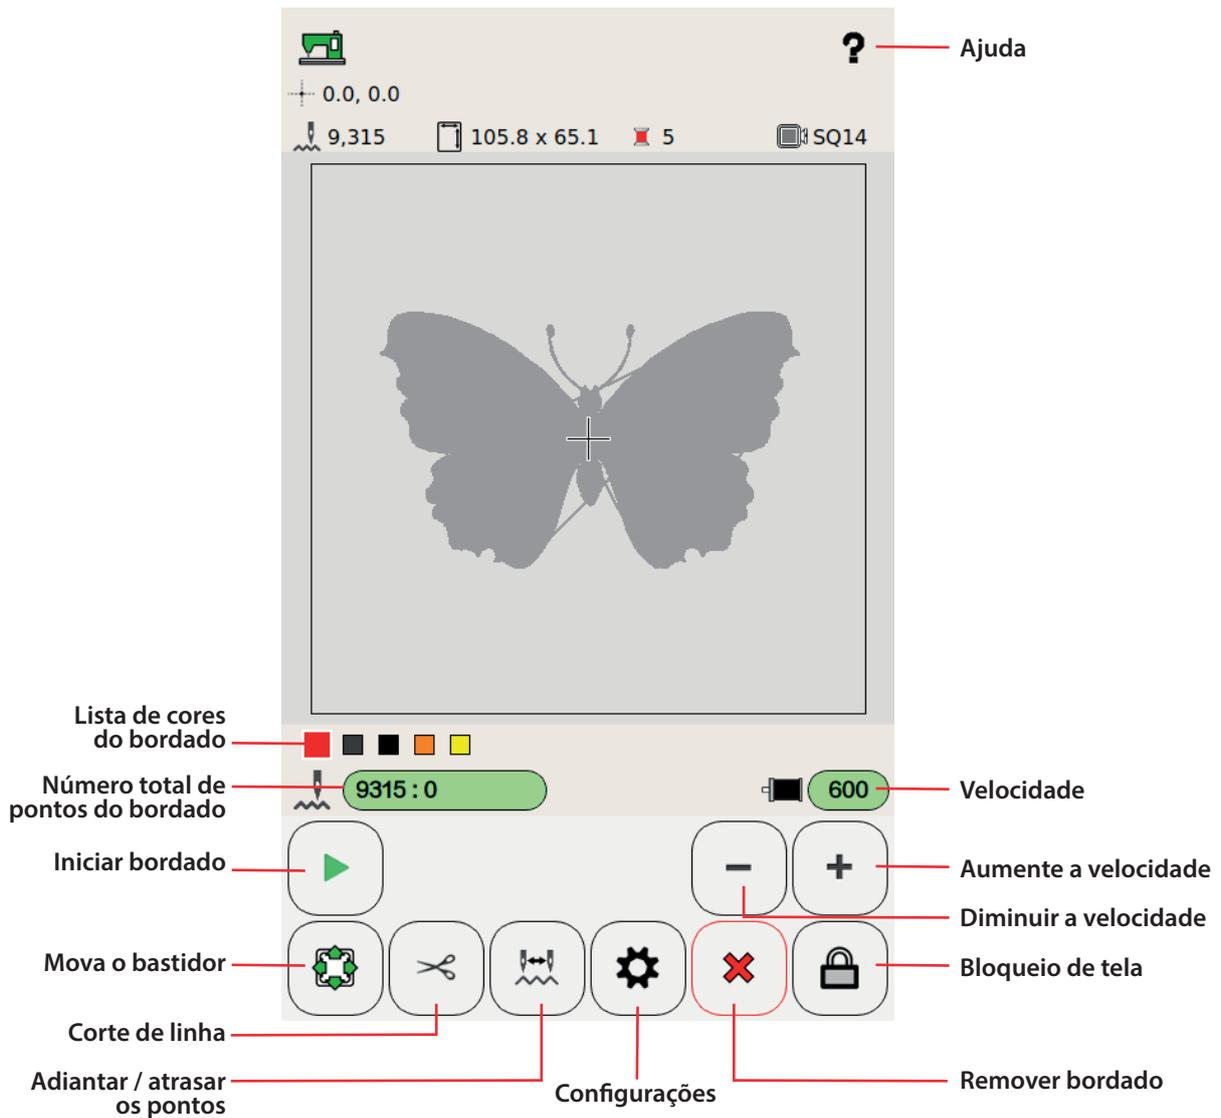

FIGURA 3
n. Salvar/ Confirmar o bordado e enviar para iniciar o bordado. Ao confirmar você será direcionado para a tela da Figura 3, abaixo.